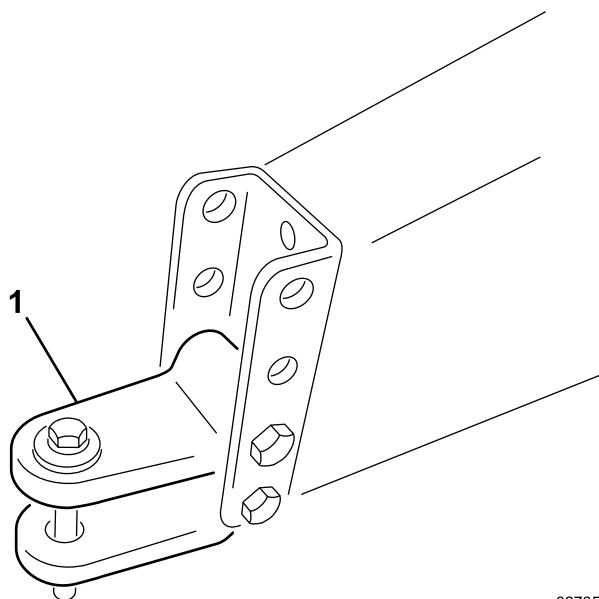

图3
- A. 卸下将挂钩 U 形销 图3 固定到机器机架上的螺栓和锁紧螺母。